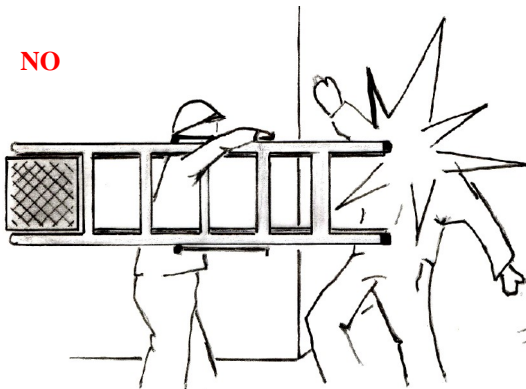

Fig. 14
- movimentare la scala con cautela considerando la presenza di altre attività e persone nel trasporto a spalla occorre tenere la scala inclinata e mai in posizione orizzontale (Fig. 14 e 15) ;
- nel trasporto a spalla non inserire mai il braccio all'interno fra i gradini (Fig. 14 e 15) ;